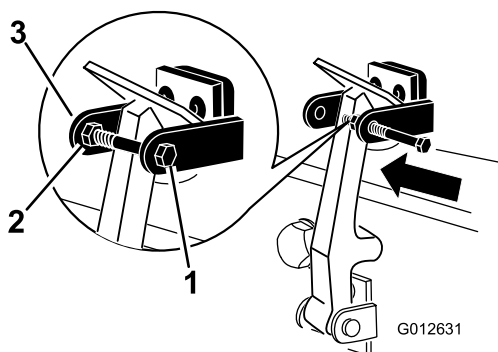

Figura 9
7. Avvitare il bullone nell'altro braccio della staffa di chiusura del cofano per fissare il fermo in posizione (Figura 9). Serrare accuratamente il bullone ma non serrare il dado.